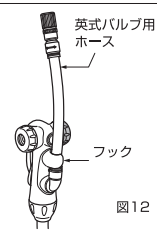

図12
- (1) 英式バルブ用ホースをたて、フックに固定します。(図12)